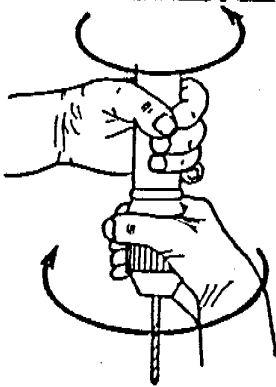

Fig. 9-7
3.1. Cambio de broca.—Aflojar el portabrocas girandolo 1/2 vuelta a la derecha y realizando un brusco tirón en sentido contrario. (fig. 9.7).